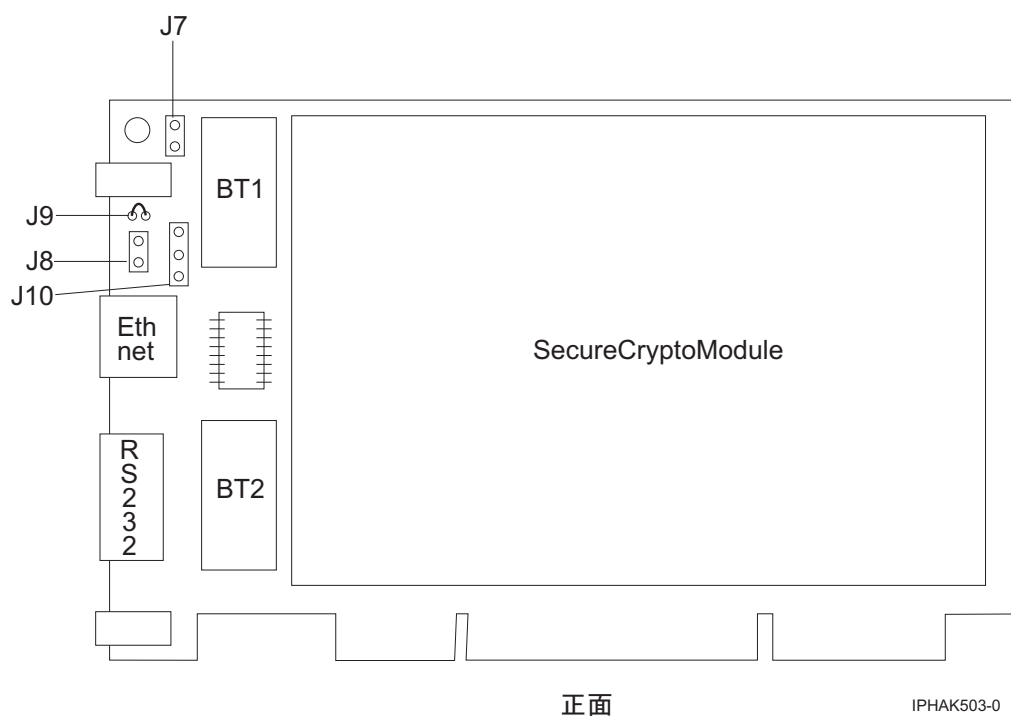

図 78. アダプター正面
6. キットに付属しているバッテリー・トレイに、新しいバッテリーのうち 1 つを挿入します。バッテリーの + をバッテリー・トレイの + (赤いワイヤーが付いている端) の位置に合わせてください。トレイのワイヤーを RS-232 シリアル・ポートの付近にある J10 コネクタに接続します。280 ページの図 78 を参照してください。コネクタは、正しく接続されるように分極されています。